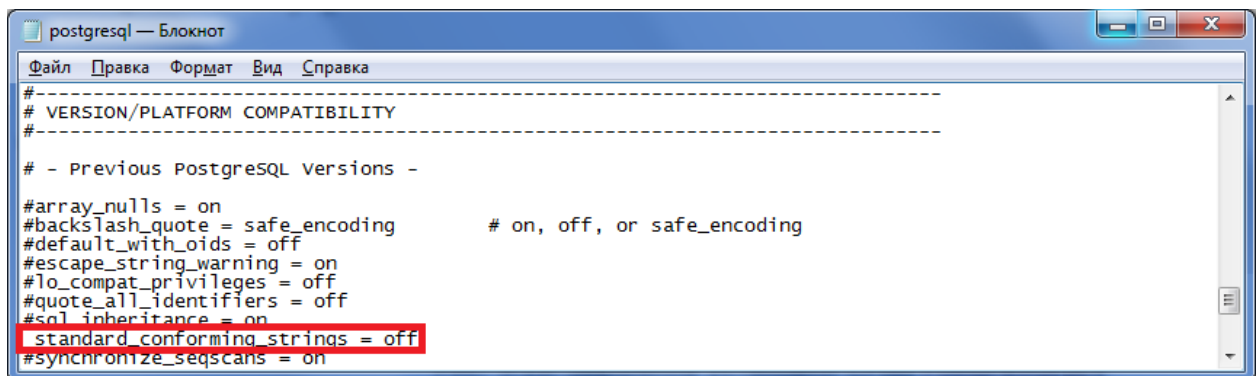

Рис. 5.13. Завершение установки СУБД PostgreSQL
**Обязательно удалите знак «#» в начале строки** (Рис. 5.13)